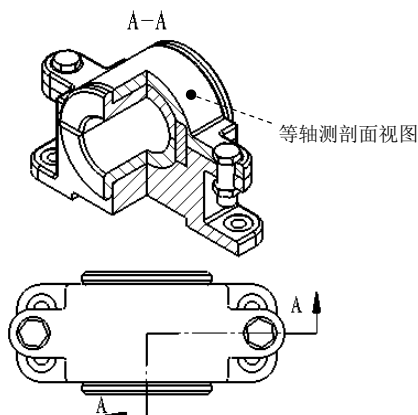

图 4.6.12 装配体的等轴测剖面视图
在装配体的正交剖视图中通过“等轴测剖面视图”命令创建装配体的等轴测剖面视图，其操作方法与在零件图中创建等轴测剖面视图相同。下面以图 4.6.12 所示为例，说明创建装配体等轴测剖面视图的一般操作步骤。
Step3. 显示切边。在图形区再次右击剖面视图，在弹出的快捷菜单中依次选择 **切边** → **切边可见 (A)** 命令；至此，等轴测剖面视图创建完成，结果如图 4.6.12 所示。